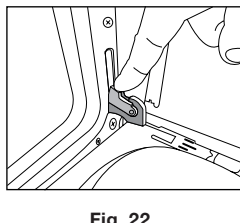

Fig. 22
- Para colocar la puerta proceda de manera inversa teniendo especial cuidado en llevar el gancho a la posición mostrada en la fig 22.